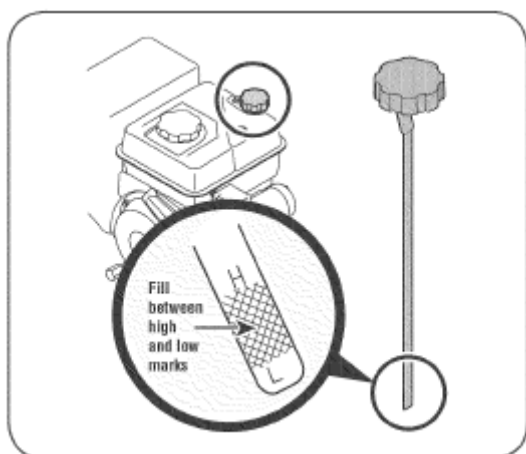

Рисунок 12
4. Отвинтите и снимите крышку маслозаливной горловины. Посмотрите на уровень масла: если следы от масла на щупе находятся ниже отметки «L» (добавьте), медленно долейте масло так, чтобы его уровень достиг отметки «F» (полный). См. рис. 12.